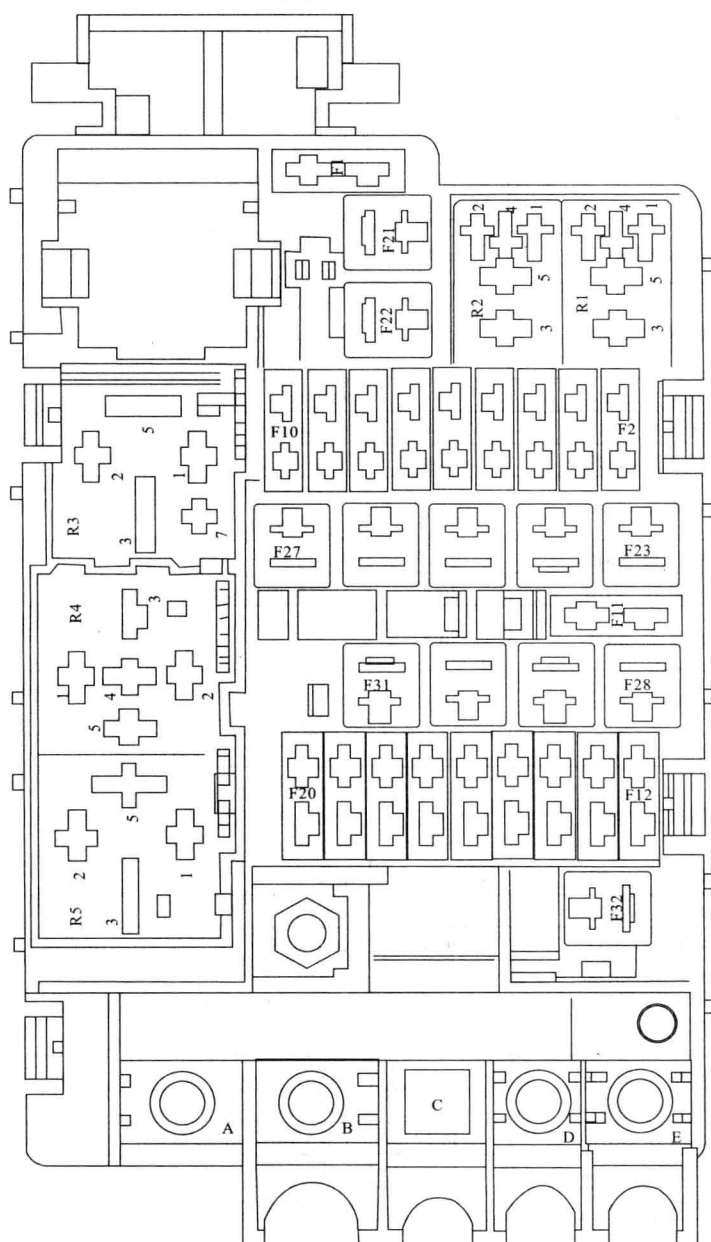

图 1-1 熔断器 (SB) 的位置
熔断器 (SB) 的位置在电控箱上 (在发动机舱内有左侧) 如图 1-1 所示, 其相关数据如表 1-1 所示。